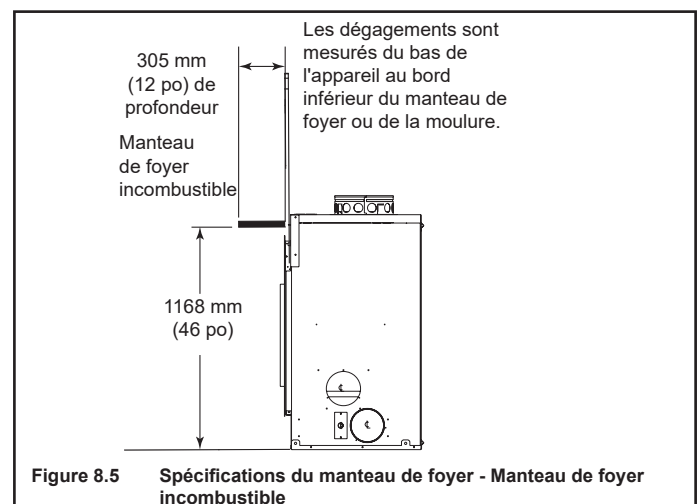

Figure 8.5 Spécifications du manteau de foyer - Manteau de foyer incombustible
Un manteau de foyer incombustible peut être positionné à une hauteur minimale de 1168 mm (46 po.) à partir de la base du foyer. Voir la figure 8.5.
- Reportez-vous à la figure 8.5 pour les dimensions minimales.
Un plancher incombustible d'un minimum de 508 mm (508 mm) devant et 8 po. (203 mm) de chaque côté de l'ouverture du combustible est requis (voir figure 8.5).